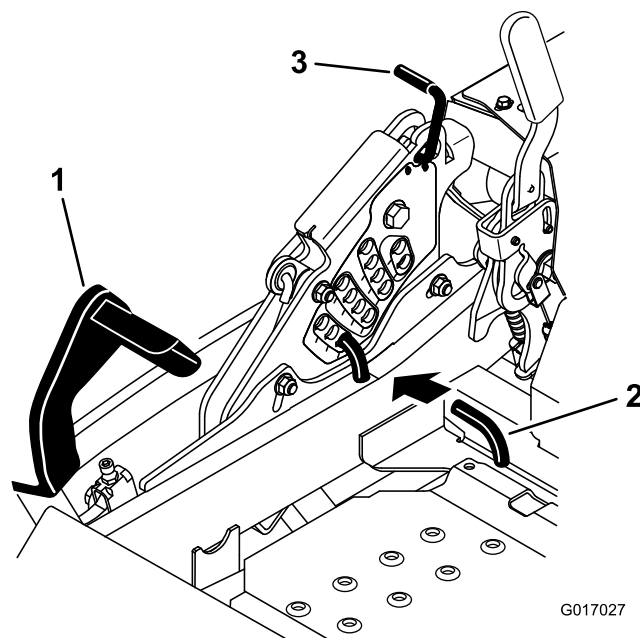

Figure 89
5. Enfoncez la pédale de relevage du tablier de coupe au maximum pour verrouiller le tablier à la position de transport de 14 cm (5,5 po) (Figure 89).